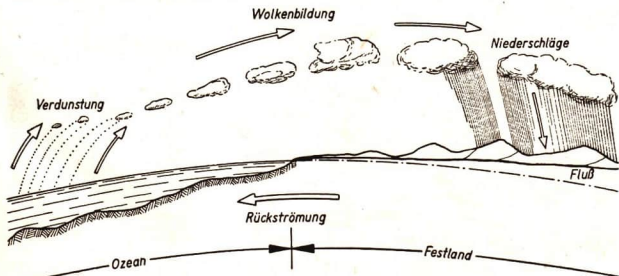

Abb. 95/1. Der Kreislauf des Wassers in schematischer Darstellung
4. Der Kreislauf des Wassers. Wie wir bereits erfuhren, bilden sich die Wolken meist über dem Meer. Von dort werden sie von den Winden zum Festland getragen. Das Wasser fällt als Regen wieder auf die Erde. Es sammelt sich in Bächen, Flüssen und Strömen und gelangt wieder dorthin, woher es gekommen ist, zum Meer. Das Wasser beschreibt einen Kreislauf (Abb. 95/1). Die treibende